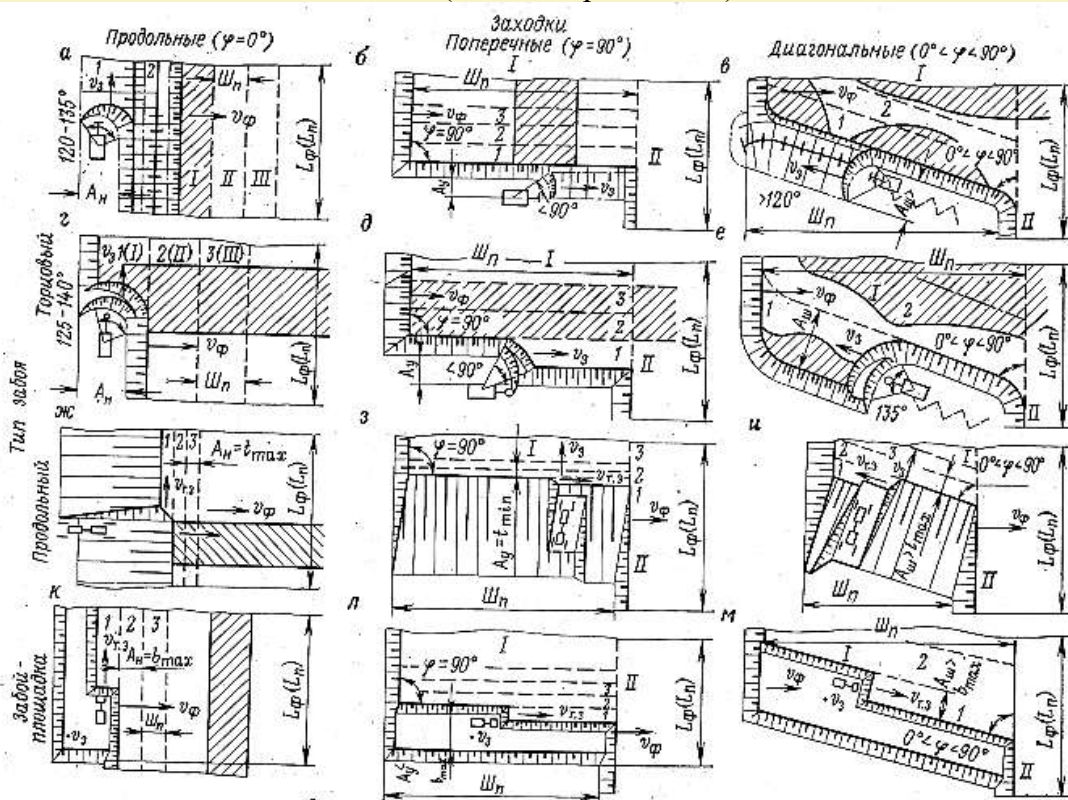

Рис. 3.13. Схемы блоков панели и заходок:
- продольными (вдоль фронта уступа,  $\varphi = 0^\circ$ , рис. 3.13, а, г, ж и к),
- поперечными (вкост фронта уступа,  $\varphi = 90^\circ$ , рис. 3.13, б, д, з и л)
- диагональными ( $0^\circ < \varphi < 90^\circ$ , рис. 3.13, в, е, и и м).
Ширина заходки  $A$  при торцовом забое и забое-площадке соответствует ширине этих забоев. Различают нормальные, узкие и широкие заходки (см. рис. 3.13). При нормальных заходках выемка породы производится при движении машин по прямолинейной оси в пределах всей длины заходки при условии максимального использования линейных параметров машин. Узкие заходки отличаются от нормальных неполным использованием рабочих параметров выемочных машин. Широкие заходки характеризуются переменным направлением движения машин в плане (зигзагообразная ось).